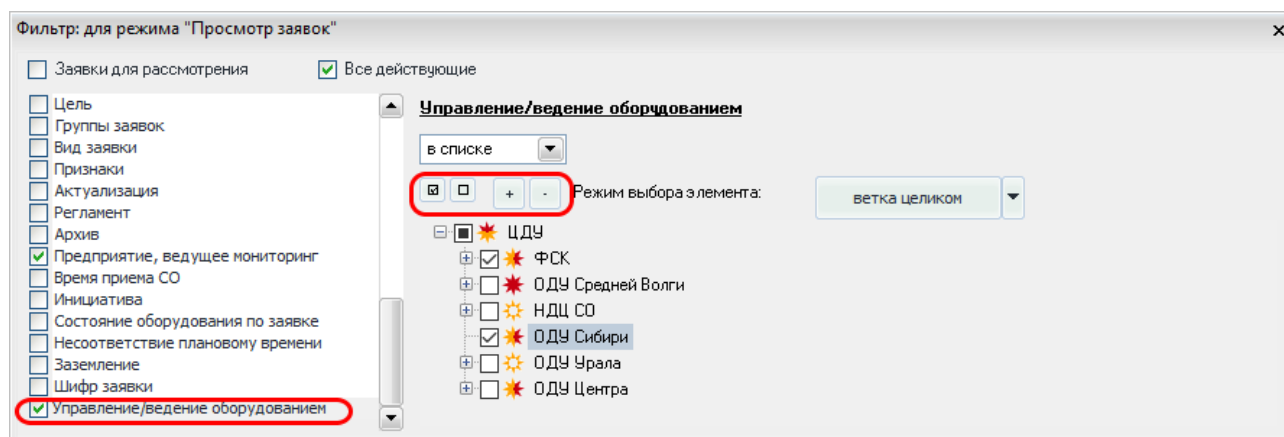

Рисунок 9.45 – Фильтрация по управлению/ведению оборудованием
- **Фильтр «Управление/ведение оборудованием»** – фильтрация по управлению/ведению оборудования заявки (Рисунок 9.45). Для предприятия-абонента в фильтре *«Управление/ведение оборудованием»* отображается настраиваемое дерево предприятий данного предприятия-абонента.